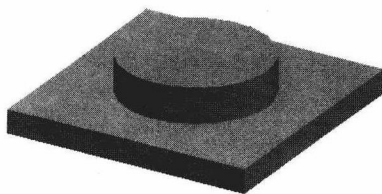

图 1-1-2 圆台造型、加工结果
圆台的造型、加工结果如图 1-1-2 所示。
② 单击曲线生成栏上的“整圆”图标 ,移动光标到坐标原点,单击确定圆心,输入“30”并回车,得到一个以坐标原点为圆心、半径为 30 的圆。右击退出“整圆”命令,按 F2 键退出草图状态。
③ 单击特征生成栏上的“拉伸增料”图标 ,“拉伸对象”选择“草图 1”,在“深度”文本框中输入“15”,单击【确定】按钮之后生成圆凸台实体,如图 1-1-2 所示。